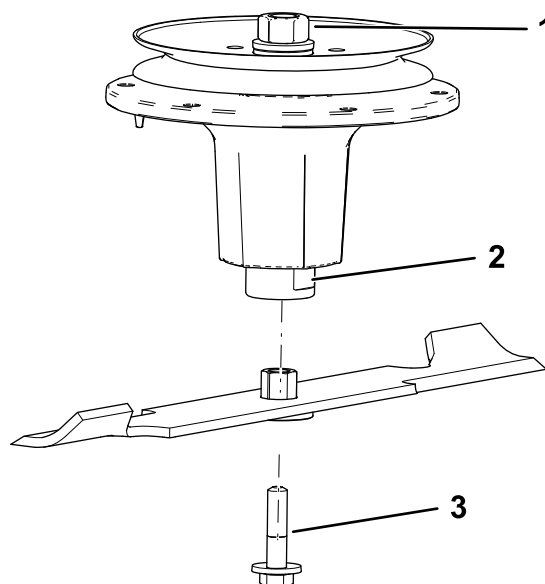

Figura 111
2. Montate il gruppo boccola/lama nell'albero del mandrino (Figura 111).